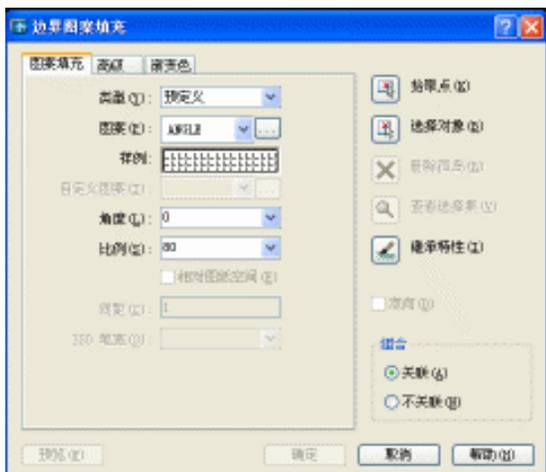
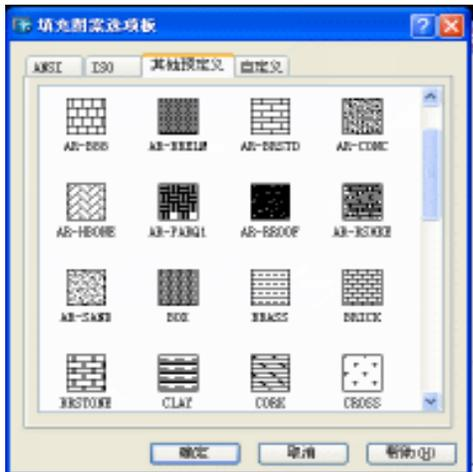
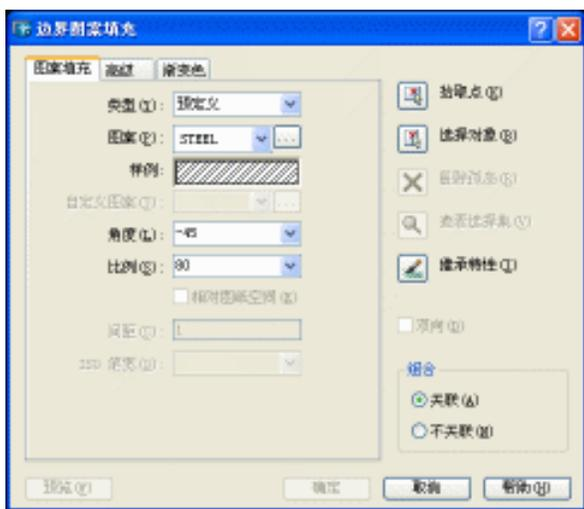
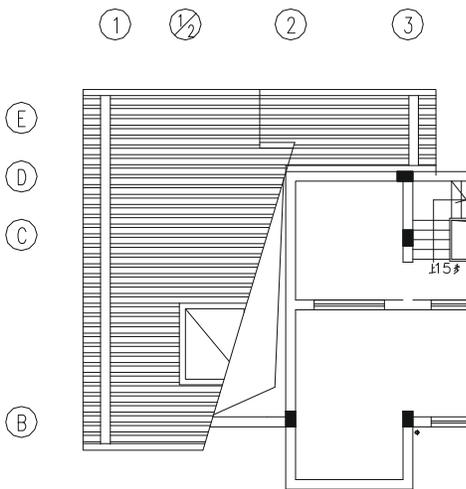

图 9-2-25
图 9-2-26
图 9-2-27
图 9-2-28
(1) 隐藏轴线层即把中轴线隐藏掉。
(2) 在命令行输入 BHATCH 按回车键，弹出边界图案填充对话框如图 9-2-25 所示。
(3) 单击对话框中的  按钮，弹出如图 9-2-26 所示的填充图案选项板对话框，用鼠标拖动右边的滚动条，单击  图案按钮，再单击“确定”按钮，返回到如图 9-2-25 的对话框，其设置如图 9-2-27 所示。
(4) 单击如图 9-2-27 所示中的拾取点按钮 ，返回到绘图界面，分别单击要填充的四个区域中的任意一点，单击鼠标右键，返回到如图 9-2-27 所示的对话框，并单击“确定”按钮得到如图 9-2-28 所示的瓦面。